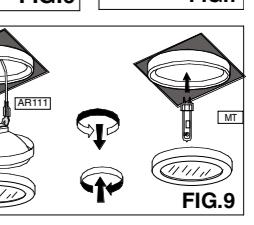

FIG.9
- (Apparecchi con lampade AR111 attacco G53) - collegare il cavo elettrico uscita 12V del trasformatore (230/12V) nel morsetto posto sulla base dell'apparecchio, tramite il cavo in dotazione, secondo lo schema di (FIG.7B e FIG.9);